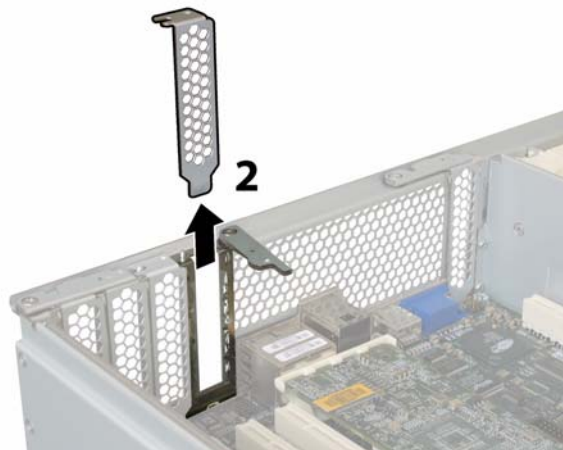

図 4-55 PCI カードフィラーパネルの取り外し
6. PCI カードがスロットにない場合は、PCI カードのフィラーパネルをシャーシ後面パネルから取り外します。図 4-55 を参照してください。